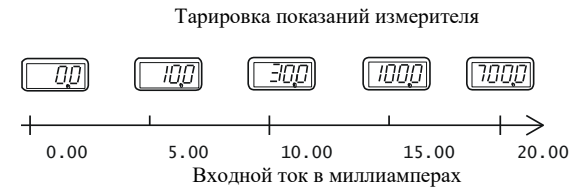

Рисунок 3 - Пример тарировки показаний измерителя для реализации нелинейной характеристики преобразования
4.6.3 Следующий пример отражает возможность реализации нелинейной характеристики преобразования измерителя путём задания точек аппроксимации. Рисунок 3 представляет аппроксимацию по пяти точкам диапазона при помощи кривой состоящей из четырёх отрезков.